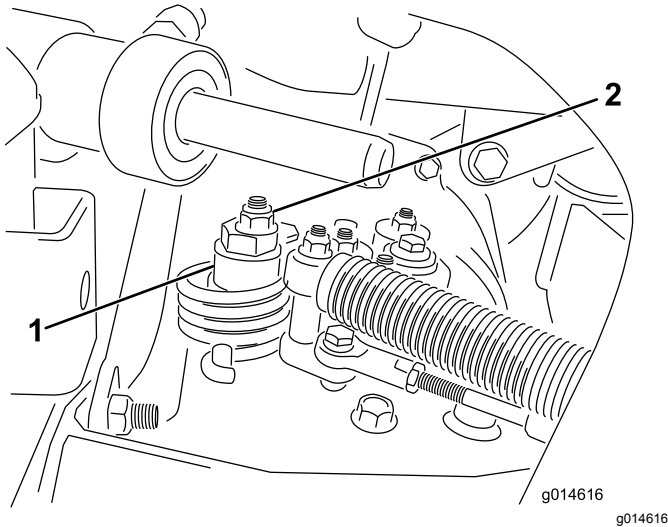

Bild 31
- A. Lösen Sie die Mutter, mit der der Exzenter oben am Hydrostat befestigt ist (Bild 31).
- C. Drehen Sie den Exzenter, bis kein Kriechen in jeder Richtung auftritt. Ziehen Sie die Schraube fest, wenn sich das Rad nicht mehr dreht, um den Exzenter und die Einstellung zu arretieren (Bild 31). Überprüfen Sie die Einstellung, wenn die Gasbedienung in der LANGSAM- und SCHNELL-Stellung ist.